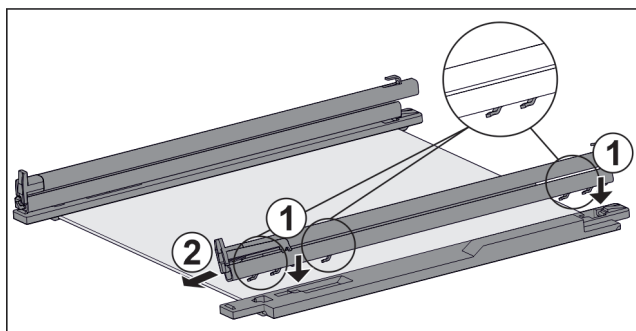

Fig. 54 Tablette en verre avec rails et pièces de retenue
- ▶ Placer les crochets du rail sur les ouvertures de la pièce de retenue de **gauche**. Fig. 54 (1)
- ▶ Tirer le rail vers l'avant. Fig. 54 (2)
- ▶ Placer les crochets du rail sur les ouvertures de la pièce de retenue de **droite**. Fig. 54 (1)